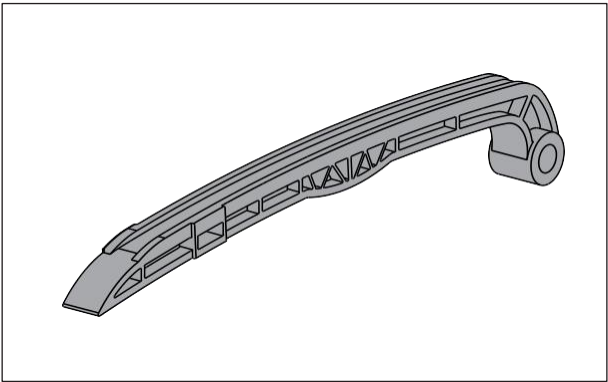

Fig. 3.72
- Revise la guía de la cadenilla en busca de cualquier daño o deformación, cortes o fracturas. Si evidencia alguna anomalía reemplace la guía por una nueva. (Fig. 3.72)